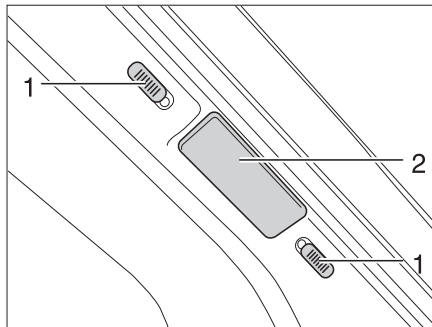
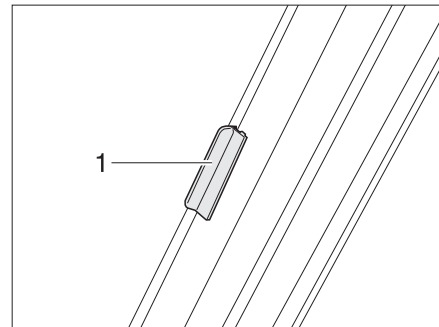

Fig. 20 Dispositif de verrouillage pour dispositif occultant plissé pare-brise
Fig. 21 Verrouillage dispositif occultant plissé pare-brise (modèle I)
- Pousser les deux moitiés du dispositif occultant plissé pour le pare-brise par la poignée (Fig. 20,2 et Fig. 21,1) à fond vers l'extérieur.
- Pousser les boutons de verrouillage (Fig. 20,1) vers le bas ou vers le haut. Si le point rouge est visible, le dispositif de verrouillage est ouvert.